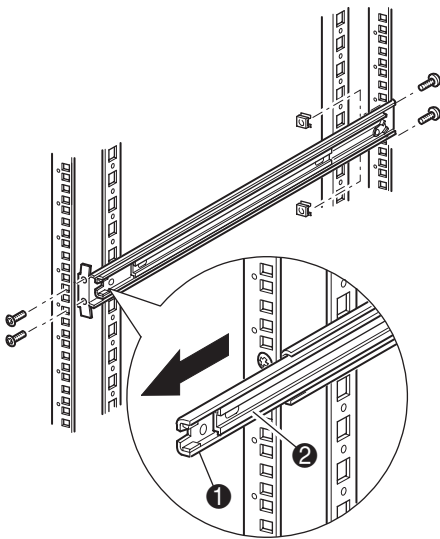

Figura 2-3. Instalación de los rieles
2. Extraiga la plantilla y, a continuación, fije los rieles con las abrazaderas suministradas (consulte la Figura 2-3). Los soportes frontales de los rieles están montados de manera que los tornillos puedan colocarse directamente. Para los soportes posteriores es necesario instalar las tuercas de alojamiento en los rieles verticales posteriores del receptáculo de almacenamiento.